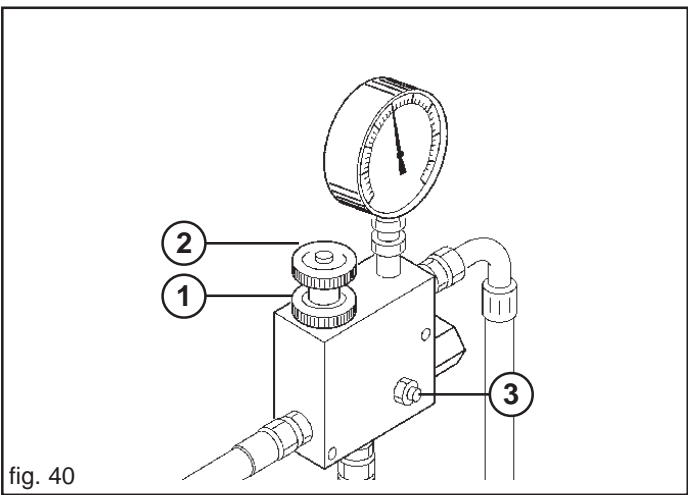

fig. 40
Se es necesario aumentar incrementar el número de revoluciones de la toma para la distribución de semillas mayor, moviendo con prudencia y atención como segue (Fig. 40):
- b) desde el pomo (1, Fig. 40);
- c) girar en sentido horario o antihorario el pomo (2, Fig. 40) para disminuir o aumentar la presión y variando el número de revoluciones de la toma.